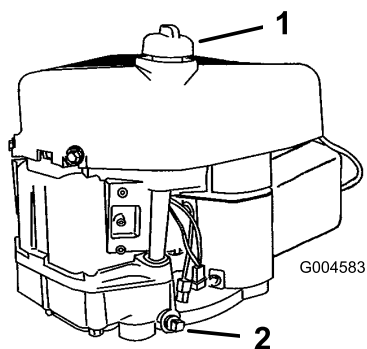

Figura 20
8. Pulite attorno all'asta di livello (Figura 20) in modo che la morchia non possa penetrare nel foro di rifornimento e danneggiare il motore.
11. Versate lentamente circa l'80% della quantità indicata d'olio nel bocchettone di rifornimento (Figura 20) Controllate il livello dell'olio; vedere le voci 4 e 5 di Controllo del livello dell'olio.